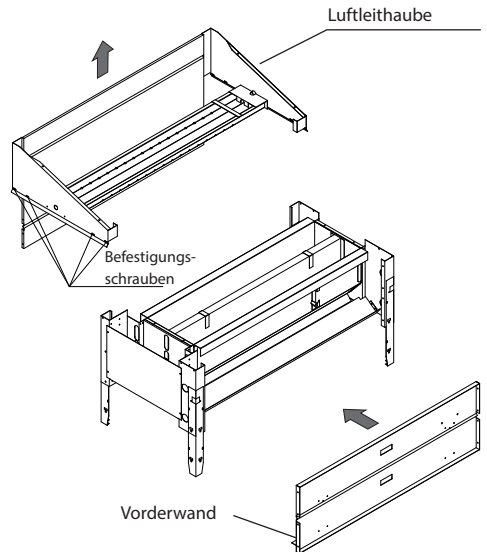

Abb. 3
- Lösen Sie die 8 Schrauben an den Seiten der Luftleithaube (siehe Abb. 3)